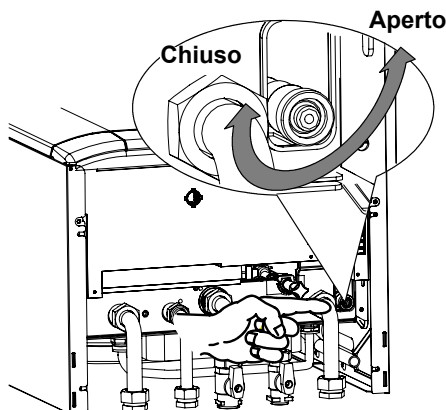

Figura 9.4 Rubinetto di svuotamento circuito primario.
- 2 Allentare il rubinetto di svuotamento caldaia indicato in **Figura 9.4**